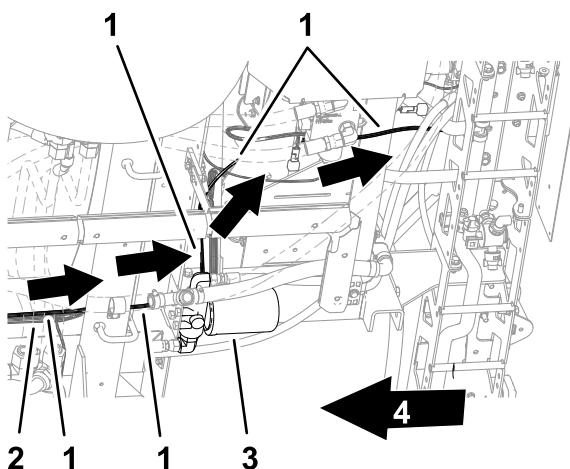
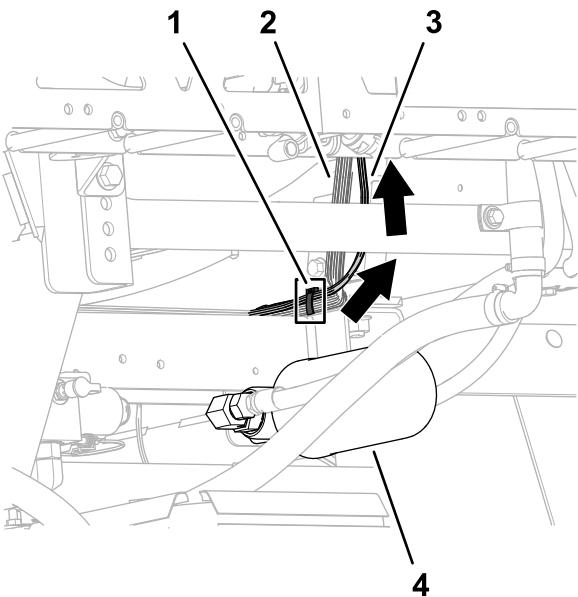

Figure 43
Figure 44
1. Acheminez les branches et la partie principale du faisceau de câblage vers le haut sur la section de pulvérisation centrale, comme montré à la Figure 43 et la Figure 44.
2. Attachez le faisceau de câblage du kit au faisceau arrière de la machine avec un serre-câble, comme montré à la Figure 44.